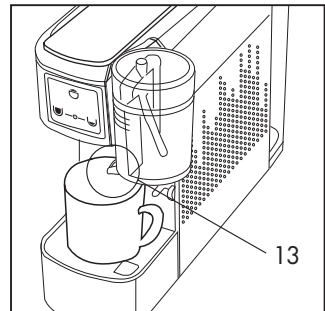

Abb. 12
- Schließen Sie die Halterung (11) und stellen Sie eine Tasse direkt auf das Gitter. Kontrollieren Sie, ob der Trichter des Milchbechers (13) in die Tasse gerichtet ist. (**Abb. 12**)